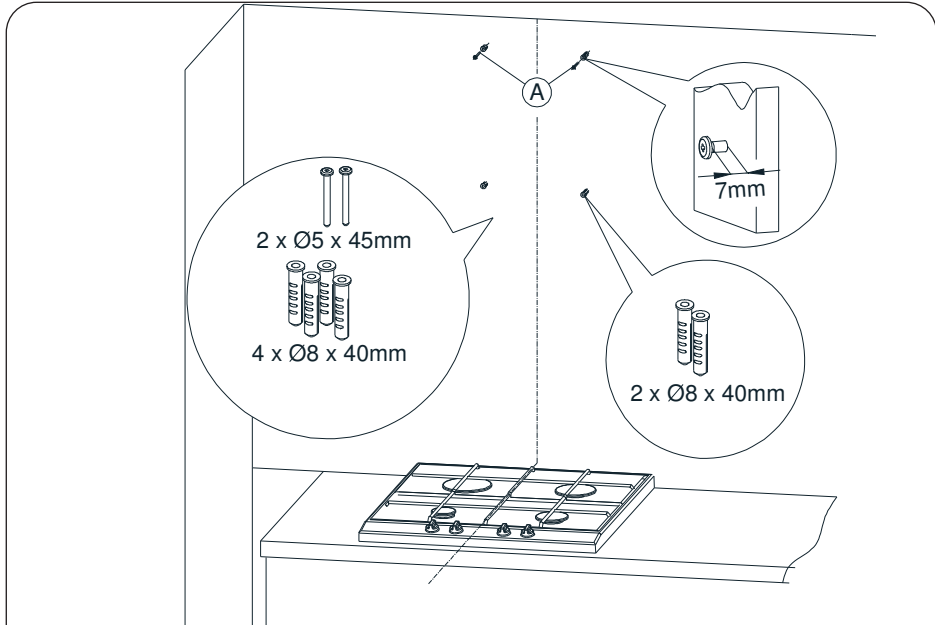

Fig. 6 Installatie van pluggen
2. Steek de pluggen in de geboorde gaten. Schroef in de twee gaten (gemarkeerd met de letter A) ook de schroeven vast, maar laat 7 mm van de schroeflengte buiten de plug (Fig. 6).